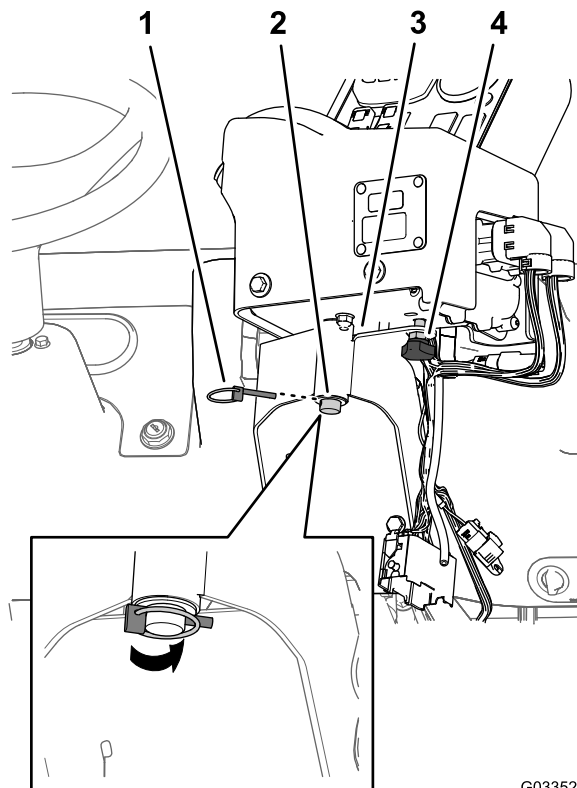

Figura 18
2. Instalați consola de comandă pe suportul de montaj al sistemului de control și fixați consola de comandă cu știftul cu clemă și arc (Figura 18).
3. Instalați rozeta manuală și strângeți-o pentru a preveni rotirea consolei în timpul funcționării (Figura 18).